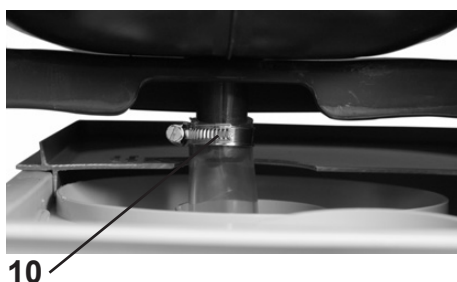

Fig. 24
10. Desserrez le collier de serrage (10, Fig. 24) légèrement et poussez-le vers le haut. Serrez le collier de serrage (la liaison doit être étanche).